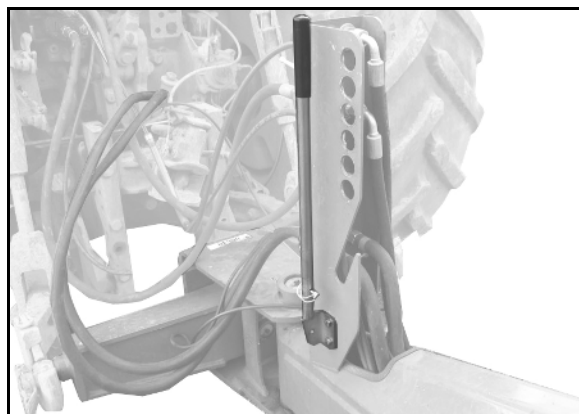

Bild 57
1. Flytta spaken från parkeringsläge (**Bild 57**).